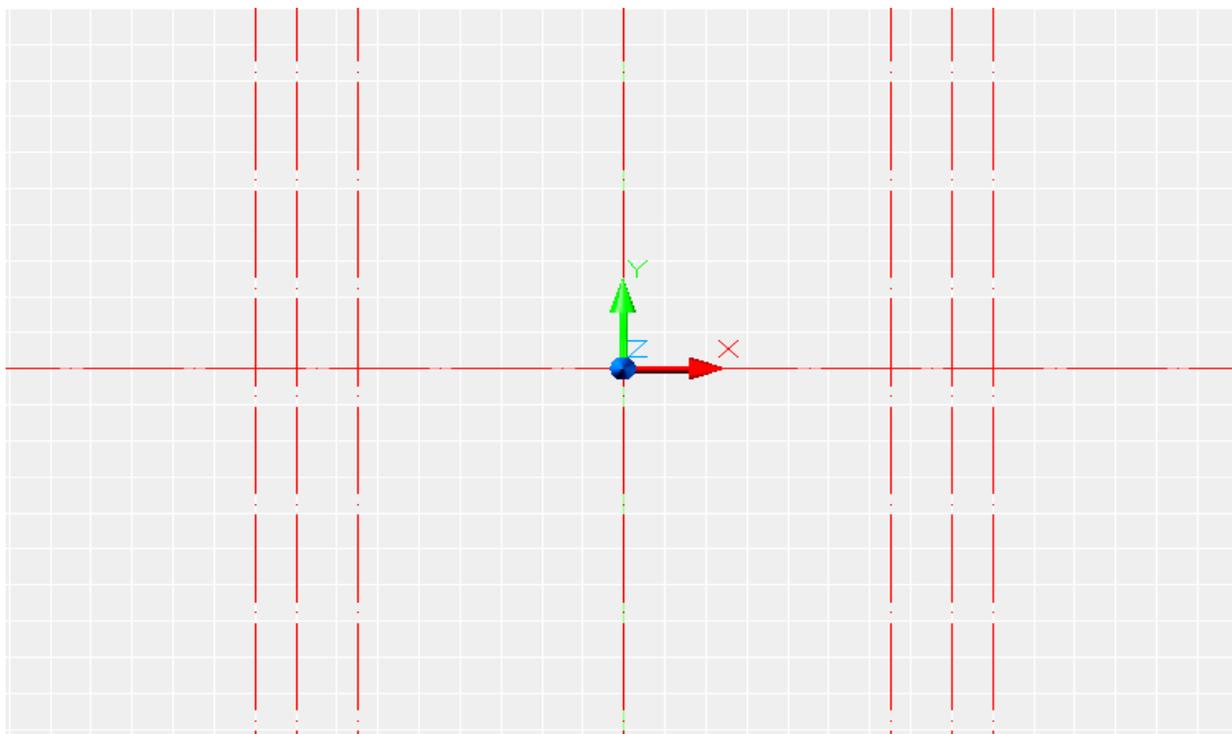

Рис.2
2. Для того чтобы было удобно выстраивать фигуру, мы проводим еще несколько дополнительных осевых линий. Для этого выбираем команду , затем в боковом меню выбираем позицию `Vertical` и вводим координаты точек, через которые будут проходить осевые линии и после каждой, введенной координаты нажимаем `enter`. `90,0; 80,0; 65,0; -65,0; -80,0; -90,0`. (см. рис. 2)